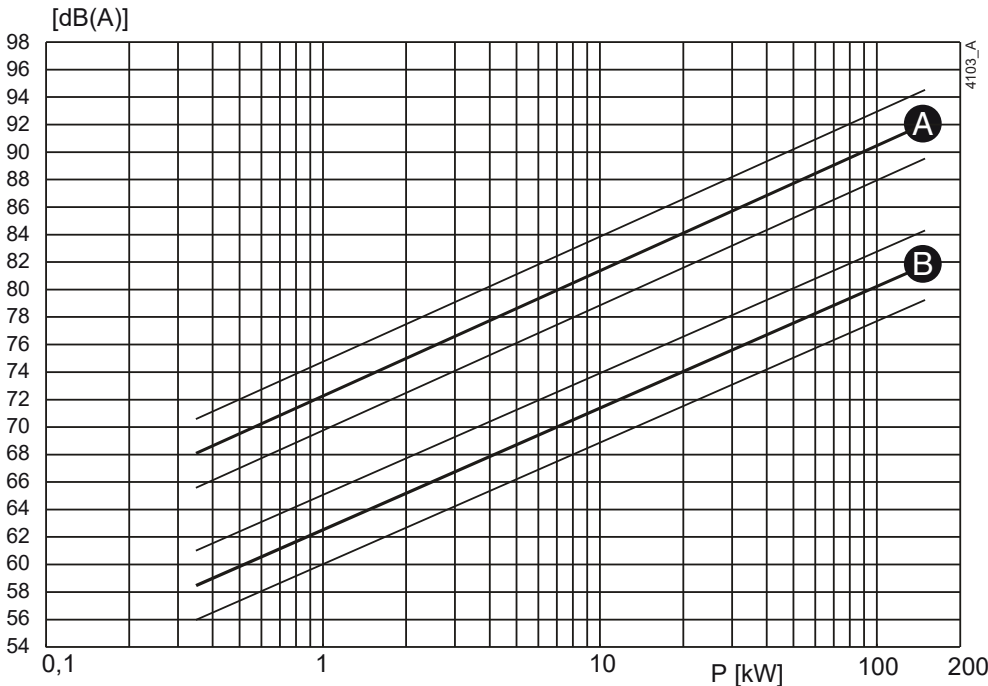
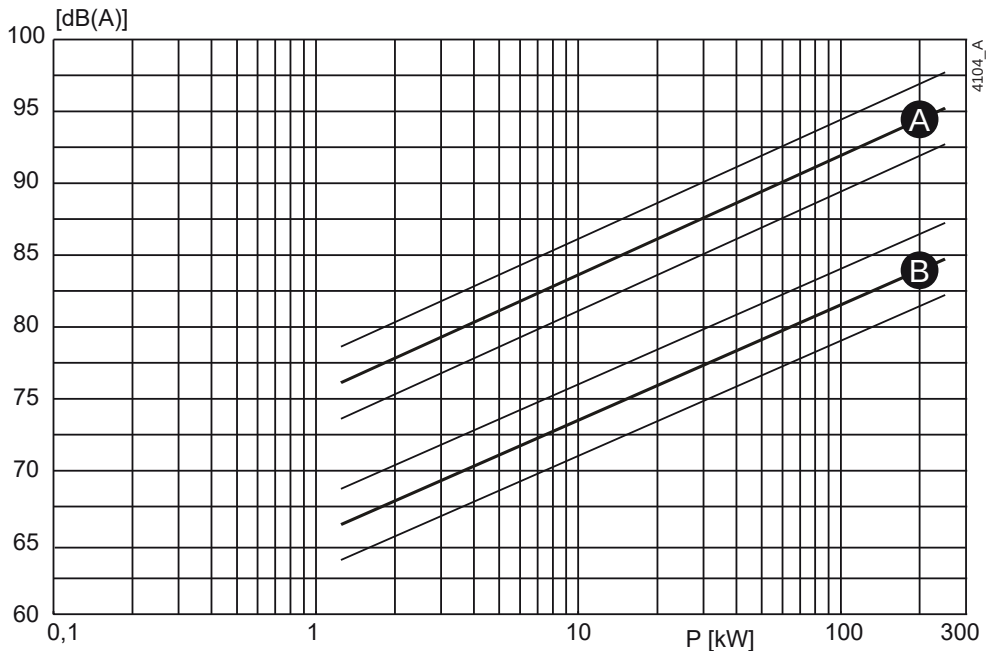

Рисунок 110. Зависимость уровня шума от мощности насоса [кВт] при 1450 об/мин.
Рисунок 111. Зависимость уровня шума от мощности насоса [кВт] при 2900 об/мин
- 1 Определите уровень шума (L_1) насоса, см. рисунок 110 или рисунок 111.